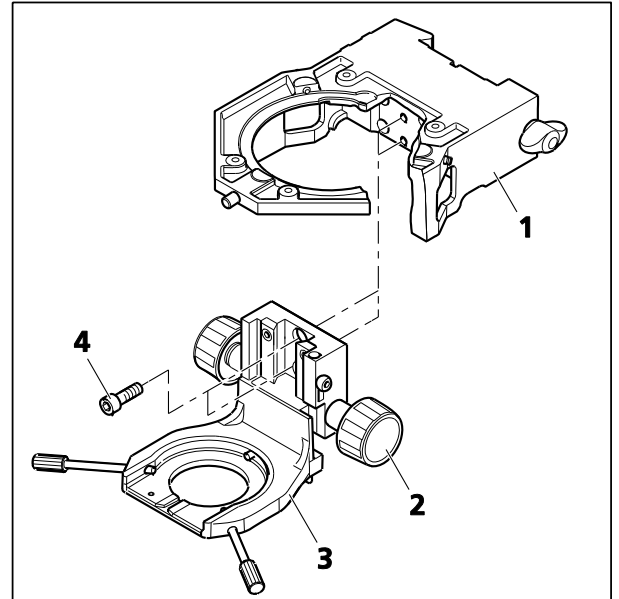

Fig. 32 Fixation du porte-condenseur sur le support de platine
- Utiliser le bouton de commande (Fig. 32/2) pour régler le guide du porte-condenseur (Fig. 32/3) de manière à ce que les deux vis (Fig. 32/4) soient accessibles.
- Fixer le porte-condenseur au support de platine (Fig. 32/1). Le pousser fermement en ligne droite jusqu'à la butée supérieure, et serrer les deux vis.